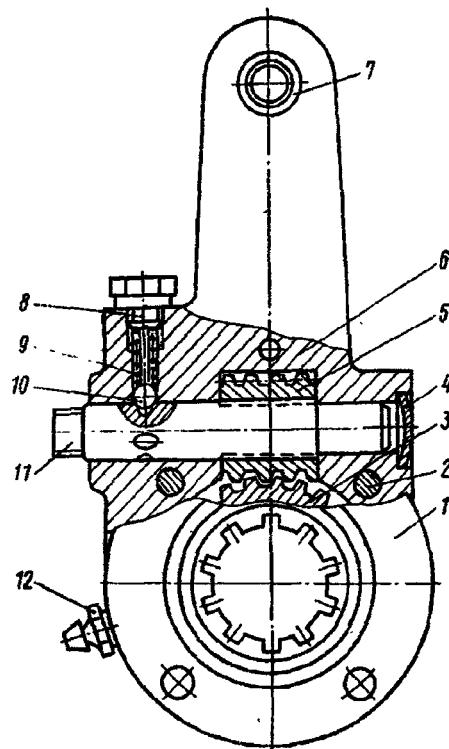

Рис. 62. Рычаг регулировочный:
2. Выверните на 1—2 оборота болт 8 (рис. 62) фиксатора и, поворачивая ось 11 червяка регулировочного рычага тормозного механизма, сведите колодки до упора	Ключи 14, 12 мм
— поворотом оси 11 (см. рис. 62) червяка регулировочного рычага прижмите колодки тормоза к барабану. Поворачивая эксцентриковые оси в одну и другую стороны, установите колодки относительно барабана так, чтобы обеспечить плотное прилегание их к барабану. Прилегание колодок к барабану проверьте щупом через окна в щитке тормозного механизма, расположенные на расстоянии 20—30 мм от наружных концов накладок. Щуп толщиной 0,1 мм не должен проходить вдоль всей ширины накладки.
15. Проверьте ось 11 (см. рис. 62) червяка регулировочного рычага так, чтобы ход штока тормозной камеры был 20—30 мм. Убедитесь, что при включении и выключении подачи воздуха штоки тормозных камер перемещаются быстро, без заеданий. Вверните болт 8 фиксатора регулировочного рычага	—